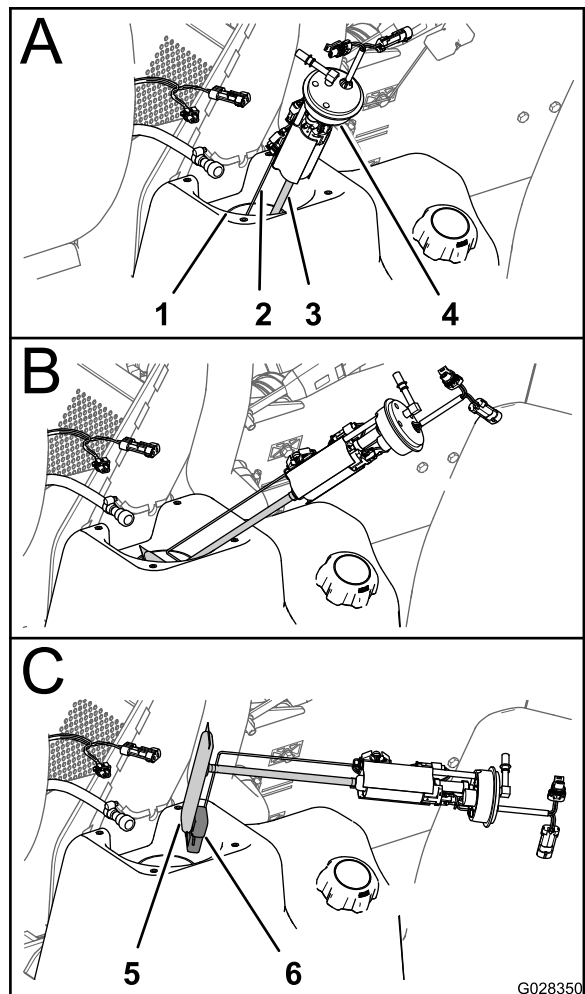
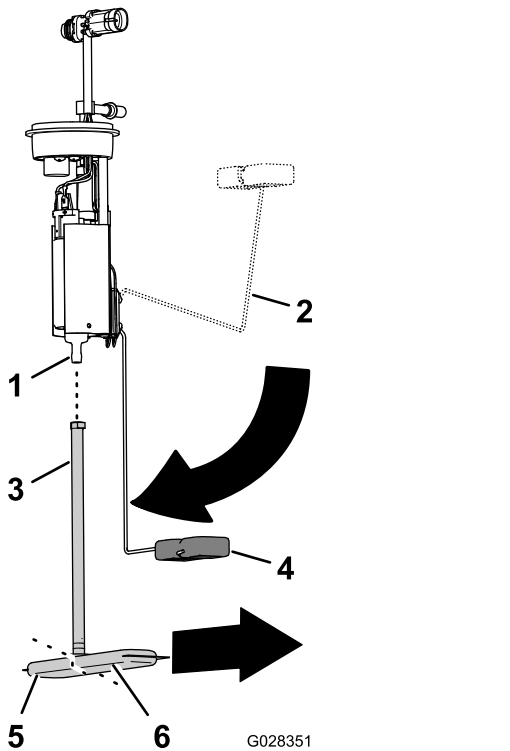

Figura 62
Figura 63
- Levante y gire cuidadosamente la bomba de combustible/sensor para extraerlos del cuello del depósito de combustible (Figura 62).
1. Retire el tubo de aspiración del filtro de combustible del conector de la bomba de combustible (Figura 63).
2. Alinee el tubo de aspiración del filtro de combustible nuevo con el conector de la bomba de combustible (Figura 63).
3. Alinee la pata larga del filtro de combustible con el flotador, con el flotador en la posición de vacío (Figura 63).
4. Introduzca el conector de la bomba de combustible en el tubo de aspiración hasta que el conector quede bien asentado (Figura 63).
1. Junte el brazo del flotador y el tubo de aspiración, e introduzca el flotador y el filtro de combustible por el hueco del depósito de combustible (Figura 62).
2. Coloque la bomba de combustible/sensor en el hueco del depósito (Figura 62 y Figura 63).
3. Instale la junta y la tuerca sobre la bomba de combustible/sensor y sobre el cuello del depósito de combustible, y apriete la tuerca a mano (Figura 62).
4. Conecte el acoplamiento de la manguera de combustible al conector de la bomba de combustible (Figura 62).
5. Conecte el conector hembra de 2 vías del arnés de cables de la máquina al conector de 2 pines de la bomba de combustible/sensor; conecte el conector de 2 pines del arnés de cables de la máquina al conector hembra de 2 vías de la bomba de combustible/sensor (Figura 62).